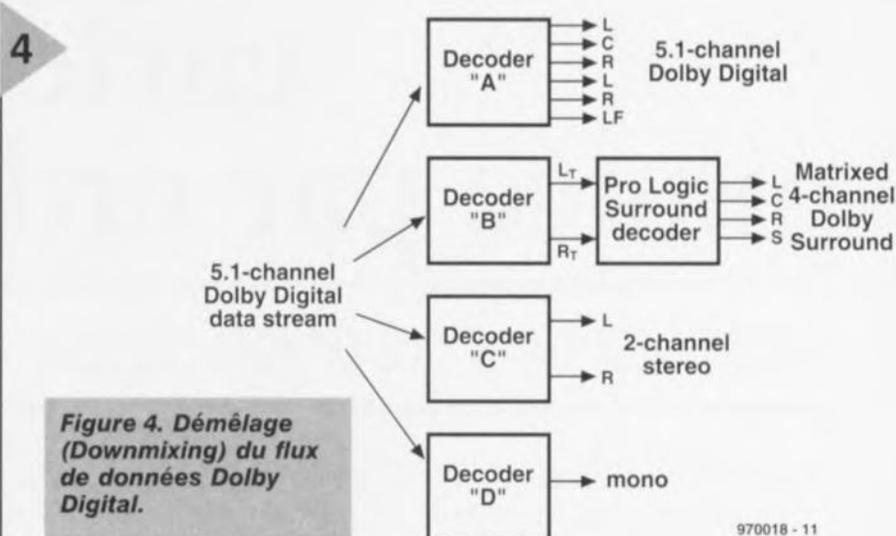

Figure 4. Démêlage (Downmixing) du flux de données Dolby Digital.
le démixage (*downmixing*) (figure 4), l'information nécessaire au choix de la matrice adéquate est intégrée dans le flux de données MPEG2. MPEG2 propose, à l'intention de signaux audio/vidéo (AV) à son codé en Dolby Surround, une matrice de codage spéciale qui génère les signaux T0 et T1 ainsi que 2 canaux Surround. Lors de la reproduction un décodeur MPEG1 (bi-canal) reconvertit le flux de données MPEG2 pour un décodeur Surround (Pro Logic), ou encore un décodeur MPEG2 multi-canal génère directement les 5 canaux ce qui rend superflu un décodeur Surround autonome. Le tableau ci-dessous donne les signaux de sortie de différents décodeurs en fonction du matériau proposé à la source.